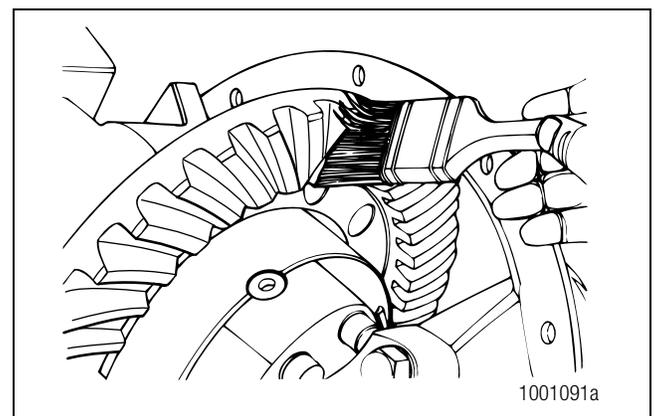

Figure 5.68
- Enduire une douzaine de dents de la couronne de bleu de Prusse. Faire tourner la couronne de façon à rapprocher du pignon d'attaque les dents enduites. Figure 5.68.